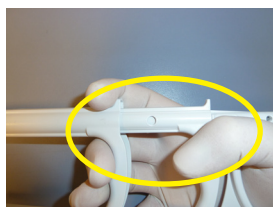
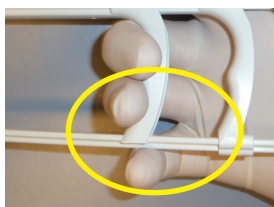

Figura 7
Figura 8
- h) Con la mano colocada firmemente alrededor del mango y el pulgar en posición como si estuviera apretando un gatillo, el dedo índice en la parte superior del primer conjunto del mango, como se muestra en la Figura 7 superior, y los dedos corazón y anular alrededor del conjunto intermedio, como se muestra en la Figura 8, tire lentamente hacia atrás desde el primer conjunto del gatillo, con un movimiento firme, no brusco.